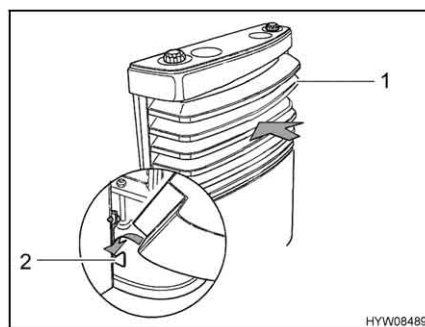

Fig. 144 Habillage du chauffage, logement inférieur
- Monter l'habillage du chauffage. Pour ce faire, poser l'habillage du chauffage (Fig. 144,1) sur les logements inférieurs (Fig. 144,2).